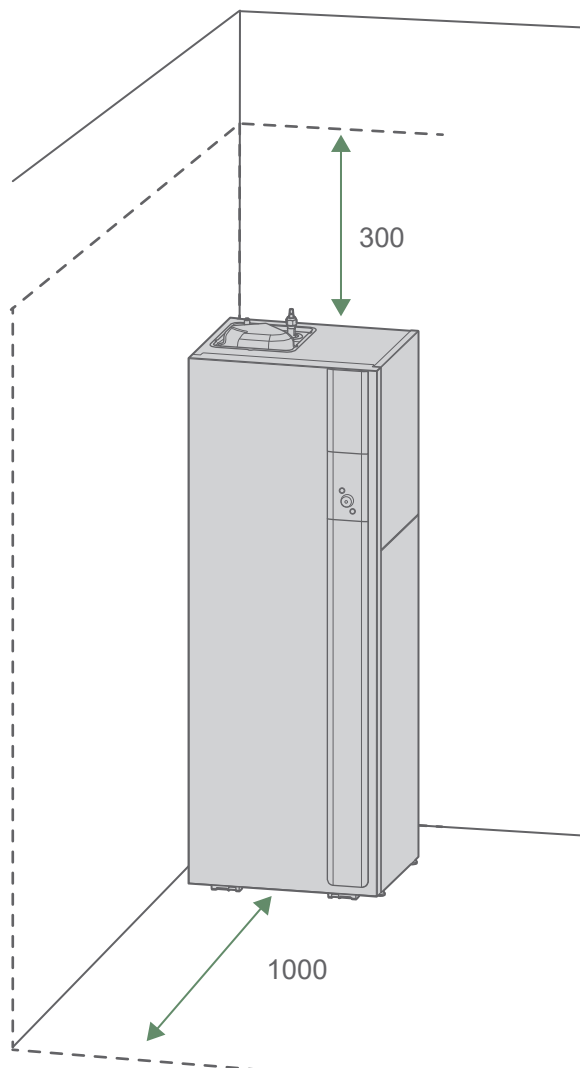

fig. 18 - Dégagements minimum d'installation autour du module hydraulique pour l'entretien
- En fonctionnement, de l'eau peut s'évacuer de l'unité extérieure. Ne pas installer l'appareil sur une terrasse, mais préférer un endroit drainé (lit de graviers ou sable). Si l'installation est réalisée dans une région où la température peut être inférieure à 0°C pendant une longue période, vérifier que la présence de glace ne présente aucun danger. Il est aussi possible de raccorder un tuyau d'évacuation sur le bac de récupération de condensats (option) (*"Fig. 18 page 17*).
- Pour faciliter les opérations d'entretien et permettre l'accès aux différents organes, il est conseillé de prévoir un espace suffisant tout autour du module hydraulique (*fig. 18*).